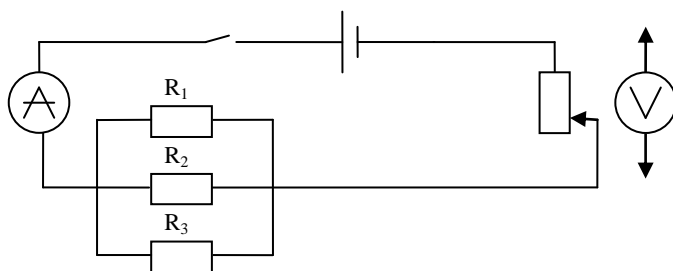

рис.12
1. Зарисуйте в тетради электрическую схему, изображенную на рис.12: